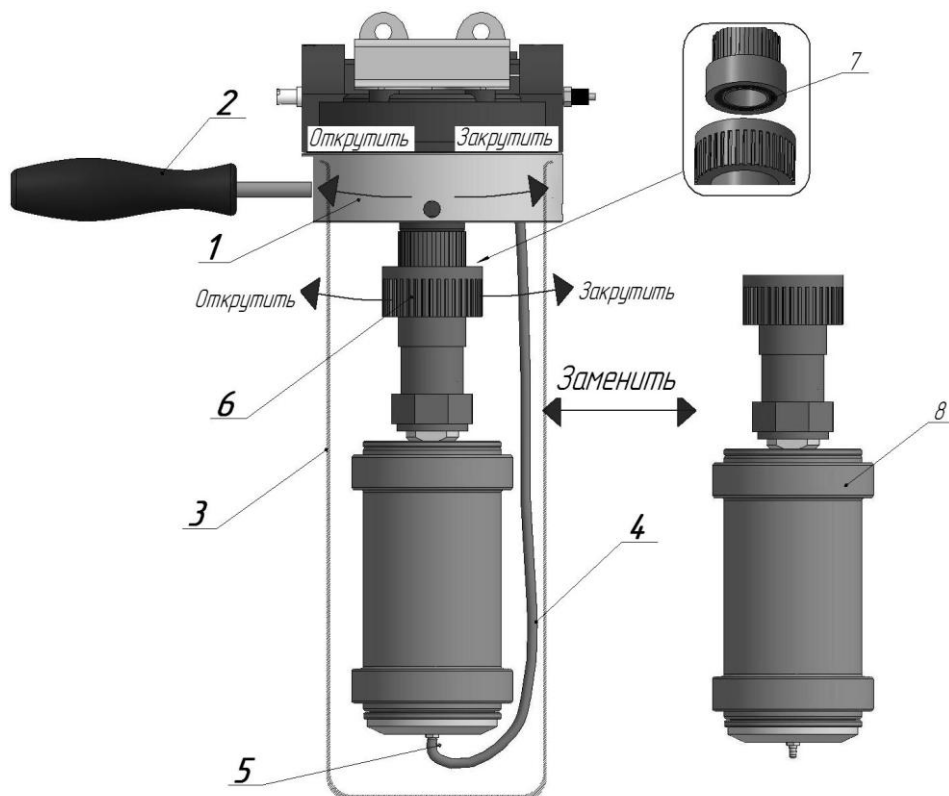

Рисунок 2.8 – Замена картриджа блока очистки
3.3.4 Замена картриджа блока очистки осуществляется в следующей последовательности (рис.2.8):